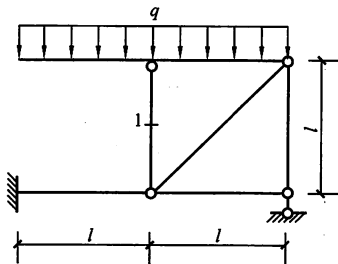

图 2-165
- 2-35 对图 2-165 所示结构作弯矩图, 并求杆件 1 的轴力。(广州大学 2011)